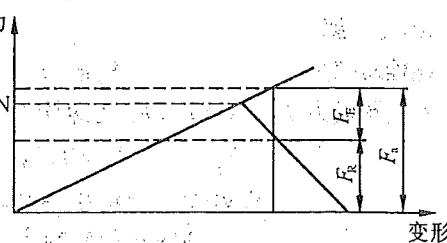

图 10-8
(1) 螺栓刚度 $k_b = \tan 30^\circ = 0.57735$, 被联接件刚度 $k_e = \tan 45^\circ = 1$, 由图 10-8 知预紧力 $F_0 = 4000 \text{ N}$ 。
F_a 和 F_R 如图 10-8 所示。